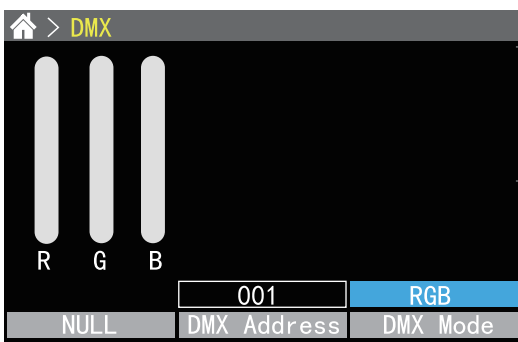

Fig.26 DMX Mode
- 1) Set in "DMX mode"(Fig.26);